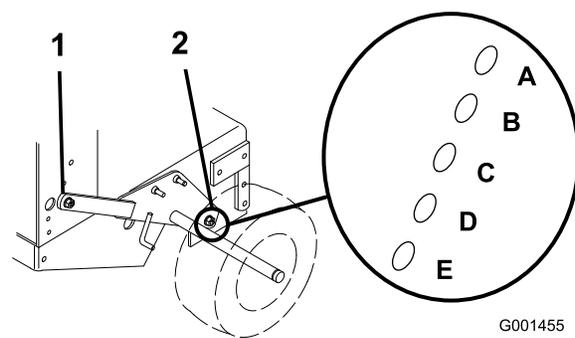

Figure 12
3. Desserrez, sans les enlever, les 2 boulons de pivot et les 2 boulons de réglage de l'essieu (Figure 12).
4. Placez un cric sous le bâti du moteur, au centre et à l'arrière. Soulevez l'arrière du bâti du moteur jusqu'à ce qu'il soit possible de déposer les 2 boulons de réglage de l'essieu avant (Figure 12).
5. Levez ou abaissez le bâti du moteur à l'aide du cric de sorte à pouvoir insérer les 2 boulons de réglage de l'essieu dans les trous voulus (Figure 12).